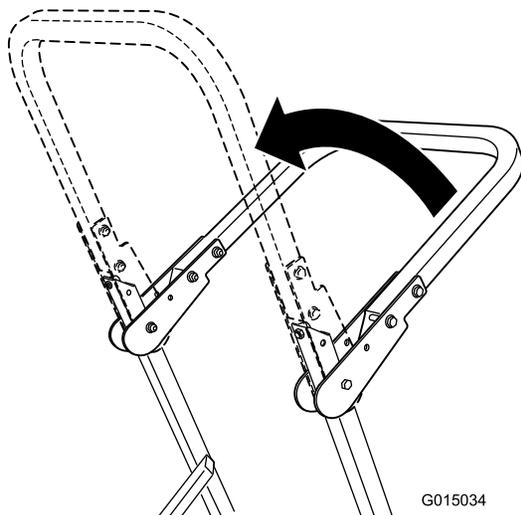

Bild 7
2. Stellen Sie den Überrollbügel in die aufrechte Position (Bild 7).